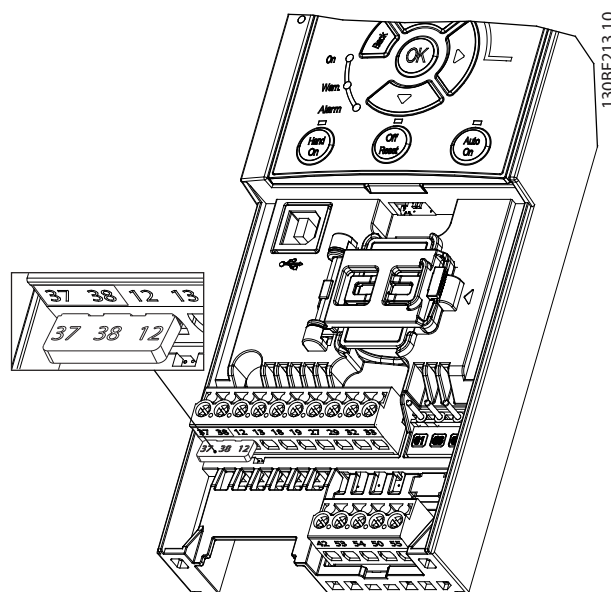

Ilustración 6.3 Puente entre el terminal 12 (24 V), el 37 y el 38
1. Retire el puente situado entre los terminales de control 12 (24 V), 37 y 38. No basta con cortar o romper el puente para evitar los cortocircuitos. Consulte el puente en la *Ilustración 6.3*.